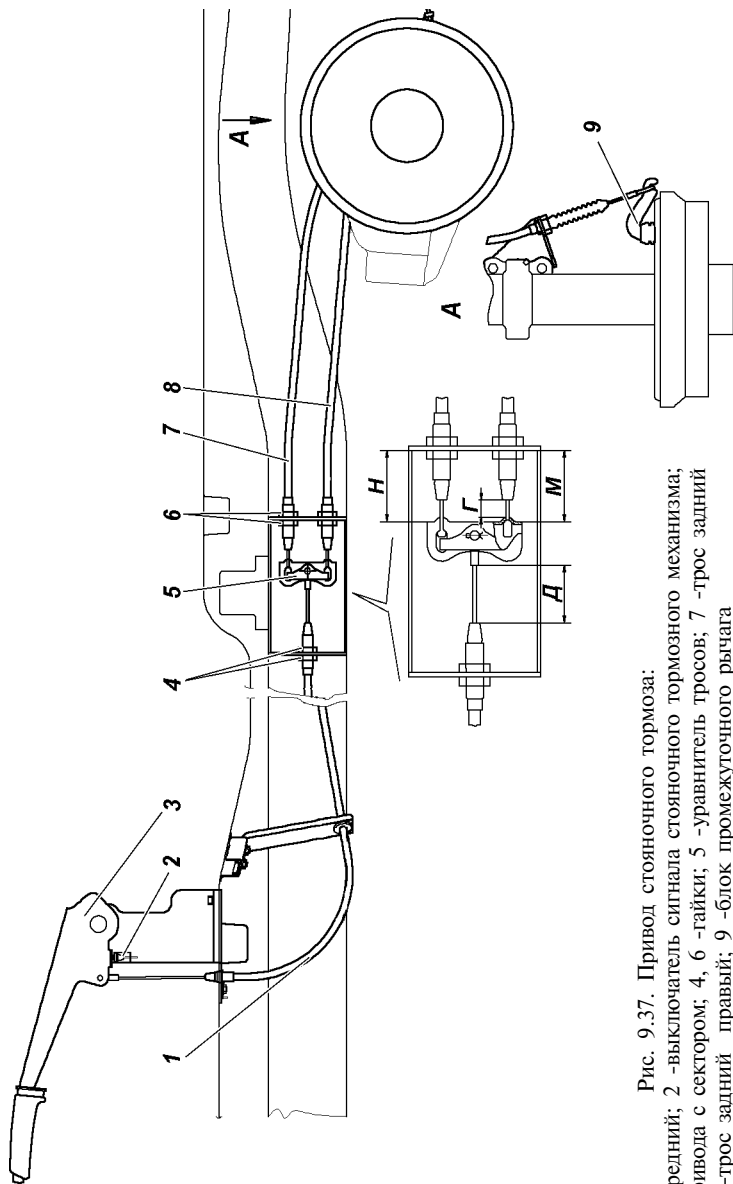

Рис. 9.37. Привод стояночного тормоза:
**Колесный стояночный тормоз** действующий на тормозные колодки задних колес (рис. 9.37).
3. Установите рычаг стояночного тормоза 3 (рис. 9.37) в нижнее положение.
натянув их усилием 100 Н (10 кгс). При этом необходимо выдержать размер Г = 1 мм (min), Д = 35 мм (min) и разницу размеров М и Н не более 6 мм (рис. 9.37).